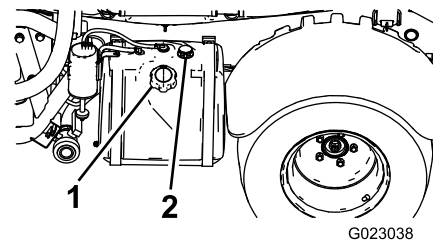

Figura 11
2. Curățați zona din jurul capacului rezervorului de combustibil (Figura 11).